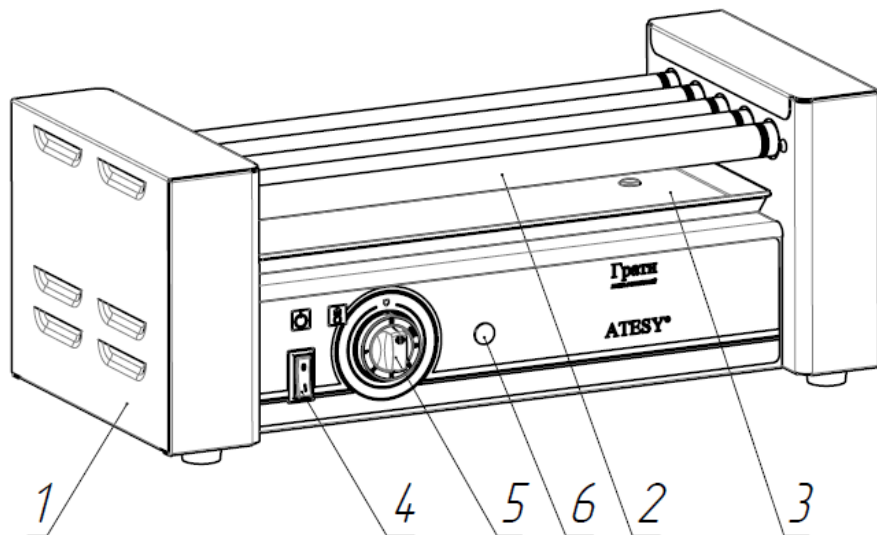

рис.1
4.2. Общий вид гриля роликового для сосисок ГРАТИ-5.440-02 показан на рис. 1.